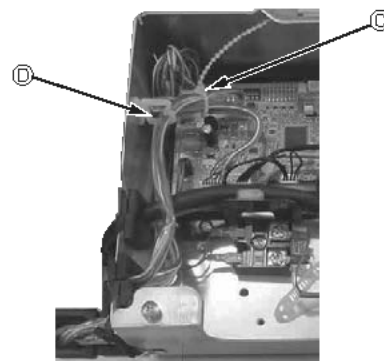

Fig. 10-14
• Bunta ihop den överflödiga delen av kablarna från i-See-sensorn och signalmottagaren i elkompontbådan och fäst upp dem enligt bilden. (Fig. 10-14)